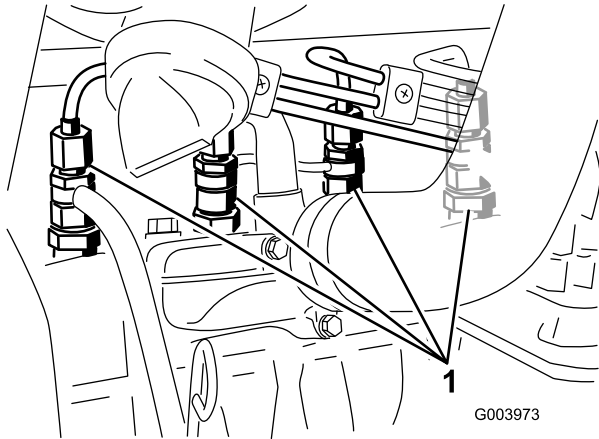

Figura 57
1. Afloje la conexión entre el tubo y el conjunto de boquilla y soporte N° 1 (Figura 57).